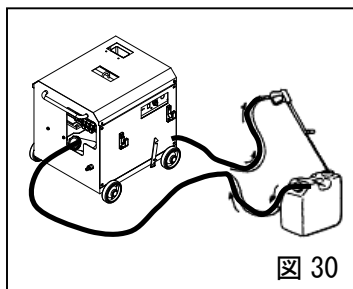

図 30
4) ガンを低圧で不凍液の容器の中に吐出させ不凍液を循環させてください。1 分程循環させたら完了です(図 30)。